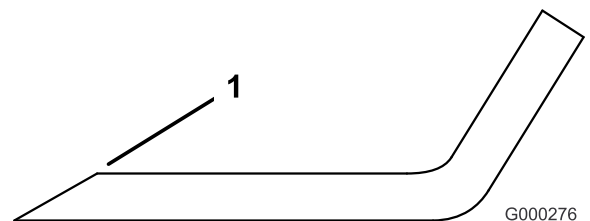

Figura 27
4. Inspeccione los filos de corte de todas las cuchillas, y afílelos si están romos o tienen mellas (Figura 27).
Nota: Afile únicamente la parte superior del filo y mantenga el ángulo de corte original para asegurar un filo correcto (Figura 27). La cuchilla permanece equilibrada si se retira la misma cantidad de material de ambos filos de corte.